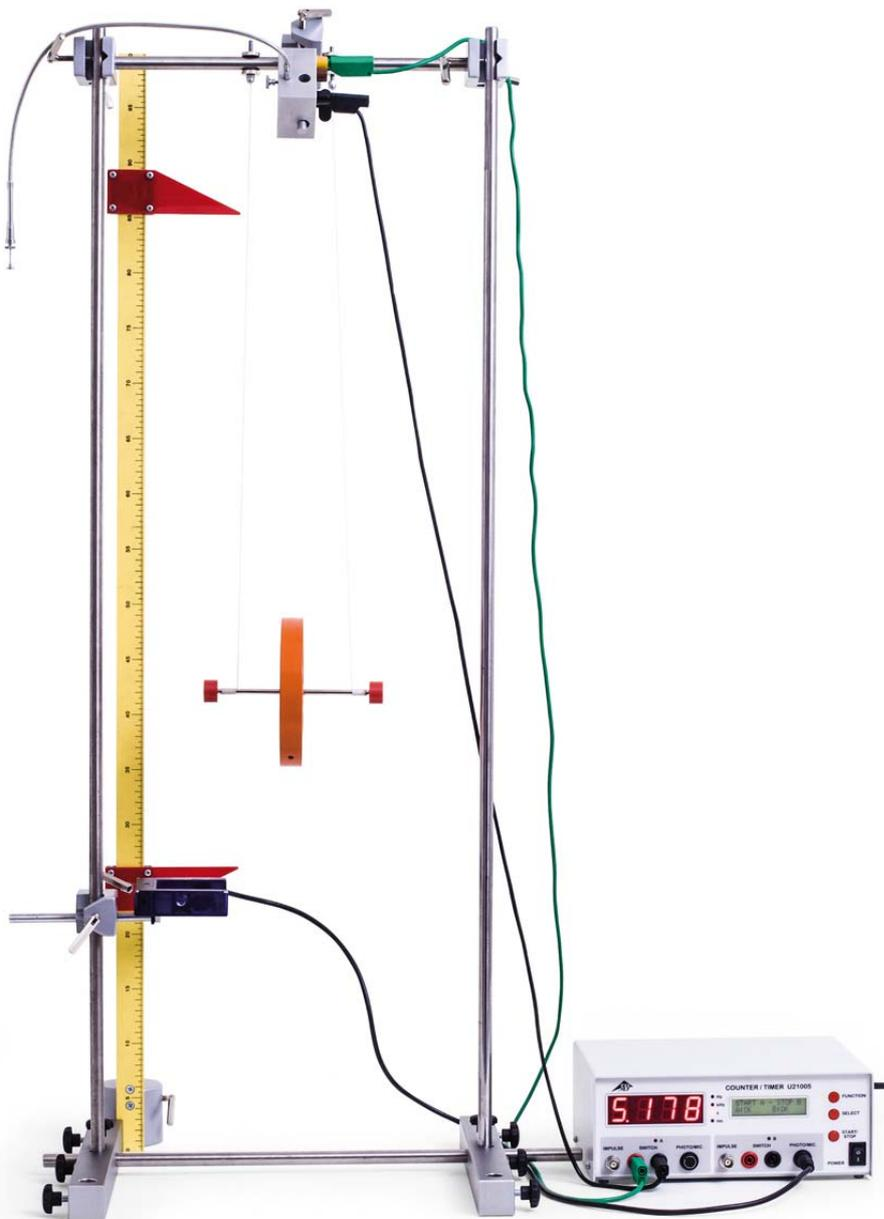

Fig. 1 : Montage expérimental.
- Montez l'expérience comme le montre la fig. 1.
- Mettez l'échelle de hauteur en place dans le pied en tonneau, comme le montre la fig. 1.